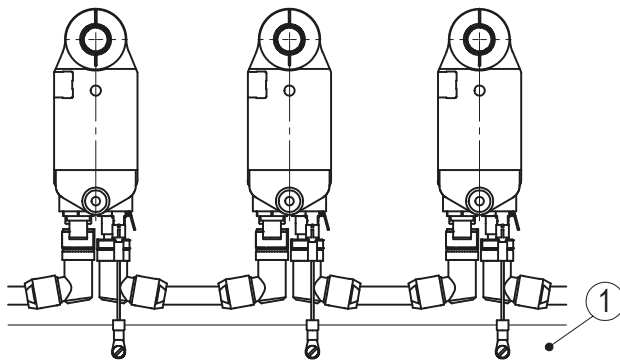

Abb. 8: PE-Schiene
Zum Schutz vor Störungen müssen die Schirme der Signalleitungen und Netzleitung beidseitig angeschlossen werden. Potentialunterschiede führen zu unzulässigen Strömen auf dem Schirm. Den PE Anschluss ⑦ zwischen den Anschlusssteckern auf das Schutzleiterpotential legen (siehe Abb. 7). Verwenden Sie dazu 6,3 mm Flachstecker mit kurzer Litze 2,5 mm² ... 4 mm² (nicht im Lieferumfang). Bei mehreren Stellantrieben wird empfohlen die Erdung auf eine PE-Schiene ① anzuschließen (siehe Abb. 8).